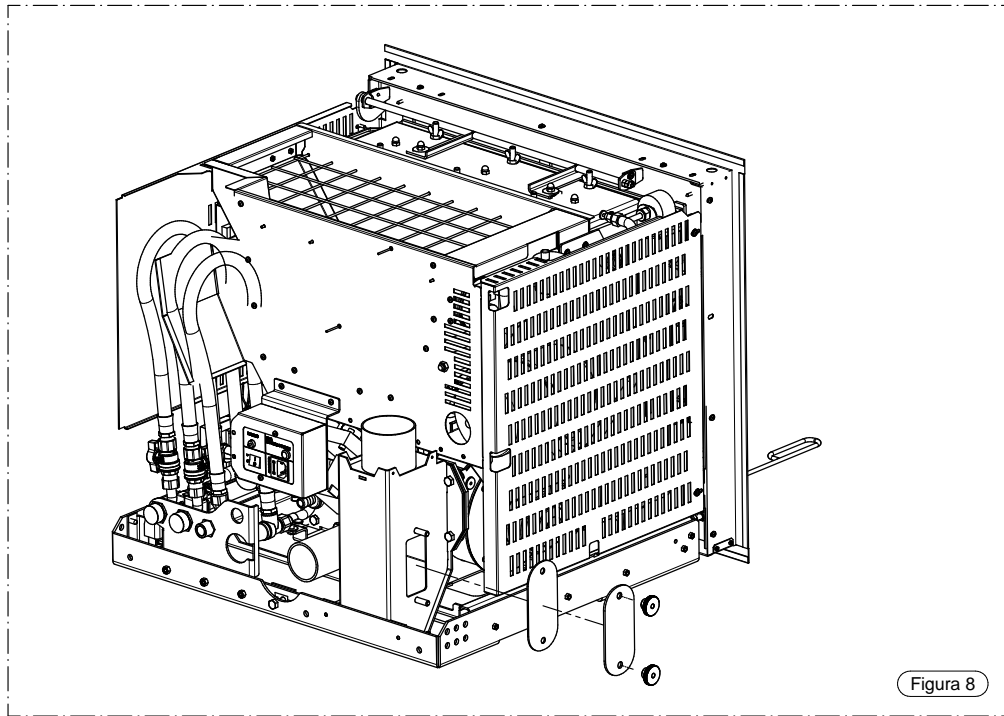

Figura 8
- Ispezionare e pulire il giunto a "T" dello scarico fumi (Figura 8); al rimontaggio del coperchio ispezione verificare l'integrità della guarnizione. Se necessario provvedere alla sostituzione della stessa.